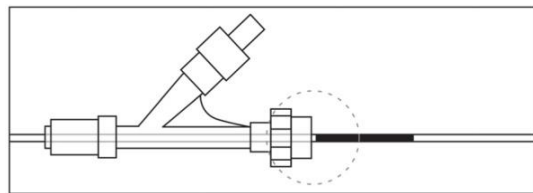

図1
9. 長さ 150cm 以上のマイクロカテーテルを使用している場合、X線不透過マーカーが回転式止血弁に揃うまで、デリバリープッシャーを進める(図1)。この時点でX線透視によるガイドを開始する。長さ 150cm 未満のマイクロカテーテルを使用している場合は、これら一連の操作をX線透視下で行う。